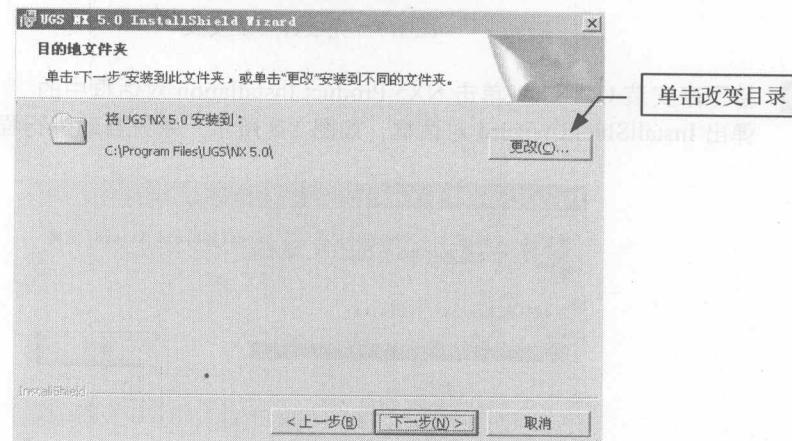

图 1-10 确定 UG NX5 的安装目录
**提示：**如果需要更改安装目录，可单击“更改(C)...”按钮，在“更改当前目的地文件夹”对话框中进行目录更改，再单击对话框中的“下一步(N)>”按钮，如图1-10所示。